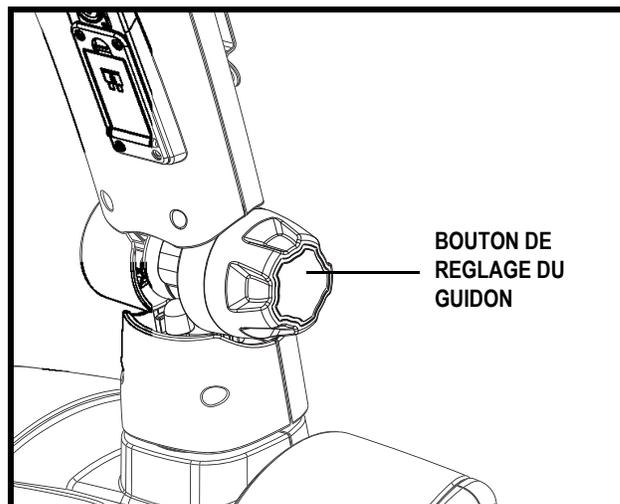

Figure 14. Réglage du guidon
1. Desserrez le bouton de verrouillage dans le sens opposé aux aiguilles d'une montre. Voir la figure 14.